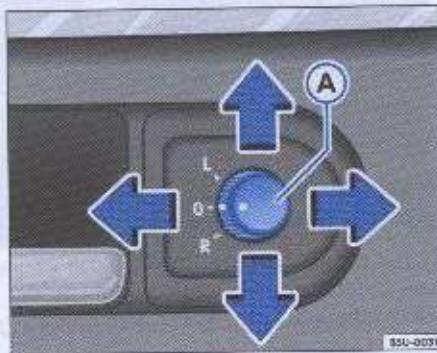

Fig. 74 Detalle de la puerta del conductor; botón de la regulación eléctrica de los espejos externos
Los espejos retrovisores externos pueden ser regulados con el encendido conectado, moviéndose el interruptor ³²¹ localizado en el revestimiento de la puerta → fig. 74.
1. Gire el botón (A) → fig. 74 a la posición (L) (espejo externo de la izquierda).
2. Ajuste el espejo a través del botón (A) hasta una posición que pueda asegurar una buena visibilidad hacia atrás.
3. Gire el botón (A) → fig. 74 a la posición (R) (espejo externo de la derecha).
4. Ajuste el espejo a través del botón (A) hasta una posición que pueda asegurar una buena visibilidad hacia atrás → △.
5. Despues del ajuste de los espejos, retorne el botón (A) a la posición de reposo (O) → fig. 74.